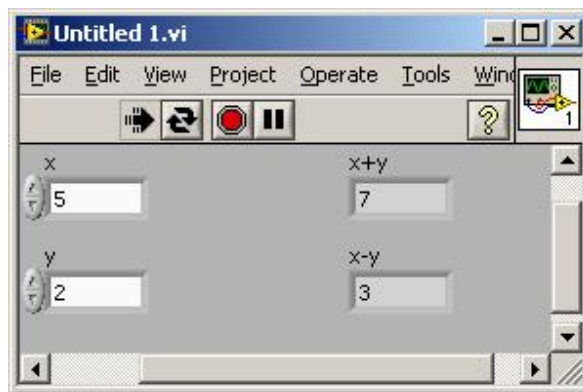

Рис.7 Лицевая панель виртуального прибора для последнего задания
2. Создайте новую программу. На лицевой панели разместите два числовых элемента управления, назовите их “X” и “Y” и два числовых индикатора (рис.7). На блок-диаграмме реализуйте алгоритм, такой, чтобы на одном индикаторе выводилась сумма, а на другом разность значений, введенных в элементы управления.